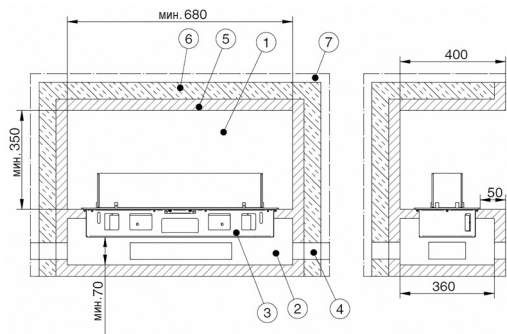

Рис. 28 Минимальные размеры топочной камеры
- В качестве изоляционных материалов используются маты, плиты или оболочки из силикатных изоляционных материалов (камень, шлак, керамические волокна) класса строительных материалов А1 в соответствии со стандартом DIN 4102, часть 1, с максимальной температурой не менее 700°C при испытании по DIN 52271 и с номинальной объемной массой 80 кг/м³. Они должны иметь соответствующий показатель теплоизоляции по AGI-Q 132 (указанная толщина теплоизоляции (рис. 28) соответствует минеральной вате по AGI Q 132).